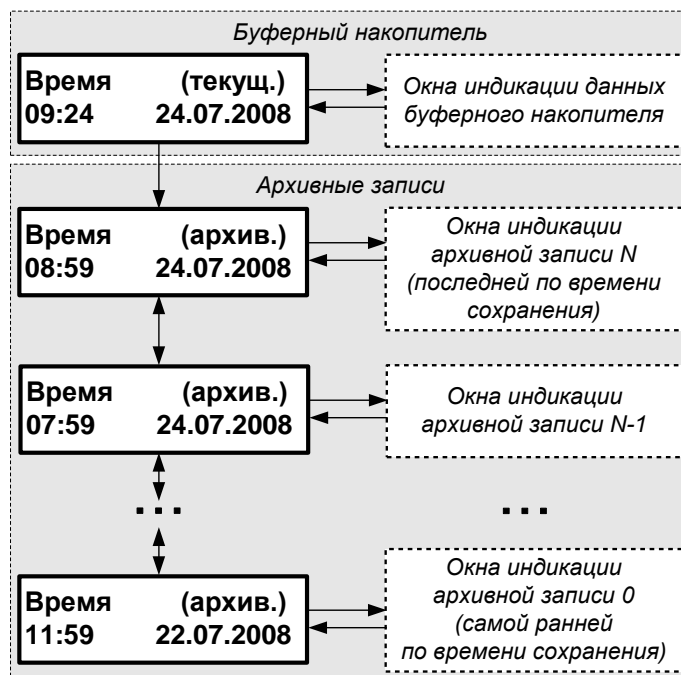

Рис. 2. Структурная схема часового архива.
4.4.1. Часовой, суточный и месячный архивы теплового счетчика имеют одинаковую структуру и содержат кроме сохраненных архивных записей также буферный накопитель данного архива (рис.2).
4.4.4. Переход к окнам индикации архивных записей выполняется из окна **Время (текущ.)** накопителя по нажатию кнопки . При этом высвечивается окно **Время (архив.)** (рис.2) последней (по времени сохранения) архивной записи с указанием времени в формате «часы : минуты» и даты окончания интервала архивирования. Переход архивных записей выполняется кнопками , . При этом в окне **Время (архив.)** меняется время и дата окончания интервала архивирования.